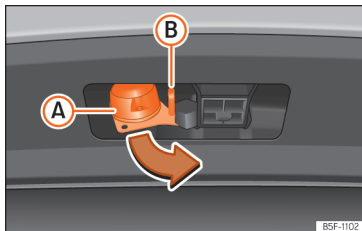

Fig. 184 Rodar o conector de 13 contactos
- Segure no conector pela zona (A) e retire-o no sentido da seta » Fig. 184.
- Abra a tampa do conector (A) e ligue o reboque » Fig. 184.
- Engate o cabo de retenção do reboque no olhal de segurança » Fig. 184 (B). Ao engatá-lo, o cabo de retenção deve **fletir** em todas as posições do reboque face ao veículo (curvas pronunciadas, marcha-atrás, etc.).